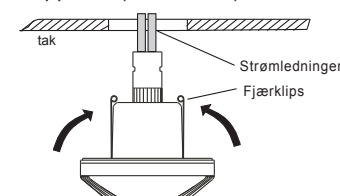

FIG. 12
#### 3.3.2.4 Sett inn sensorens to fjærklips i borehullet og dytt den så oppover (se FIG. 12).
3.3.3.4 Monter sensoren sammen med strømboksen og fest dem med to skruer (se FIG. 12).